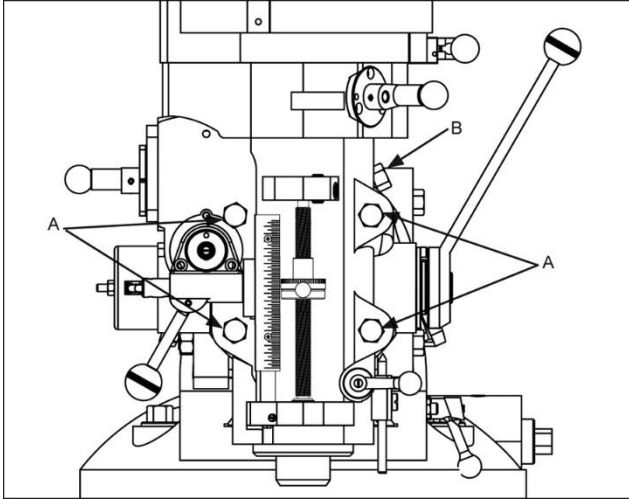

Рисунок 16
1. Ослабьте четыре больших шестигранных гайки, закрепляющих фрезерную головку на переходнике подвижной консоли станка (см. рис. 16). Достаточно повернуть гайки на четверть оборота, чтобы сдвинуть головку.
2. Поверните накидную гайку (В, Рис. 16) чтобы повернуть фрезерную головку влево или вправо на требуемый угол. Для установки головки под нужным углом пользуйтесь шкалой, расположенной на переходнике консоли.